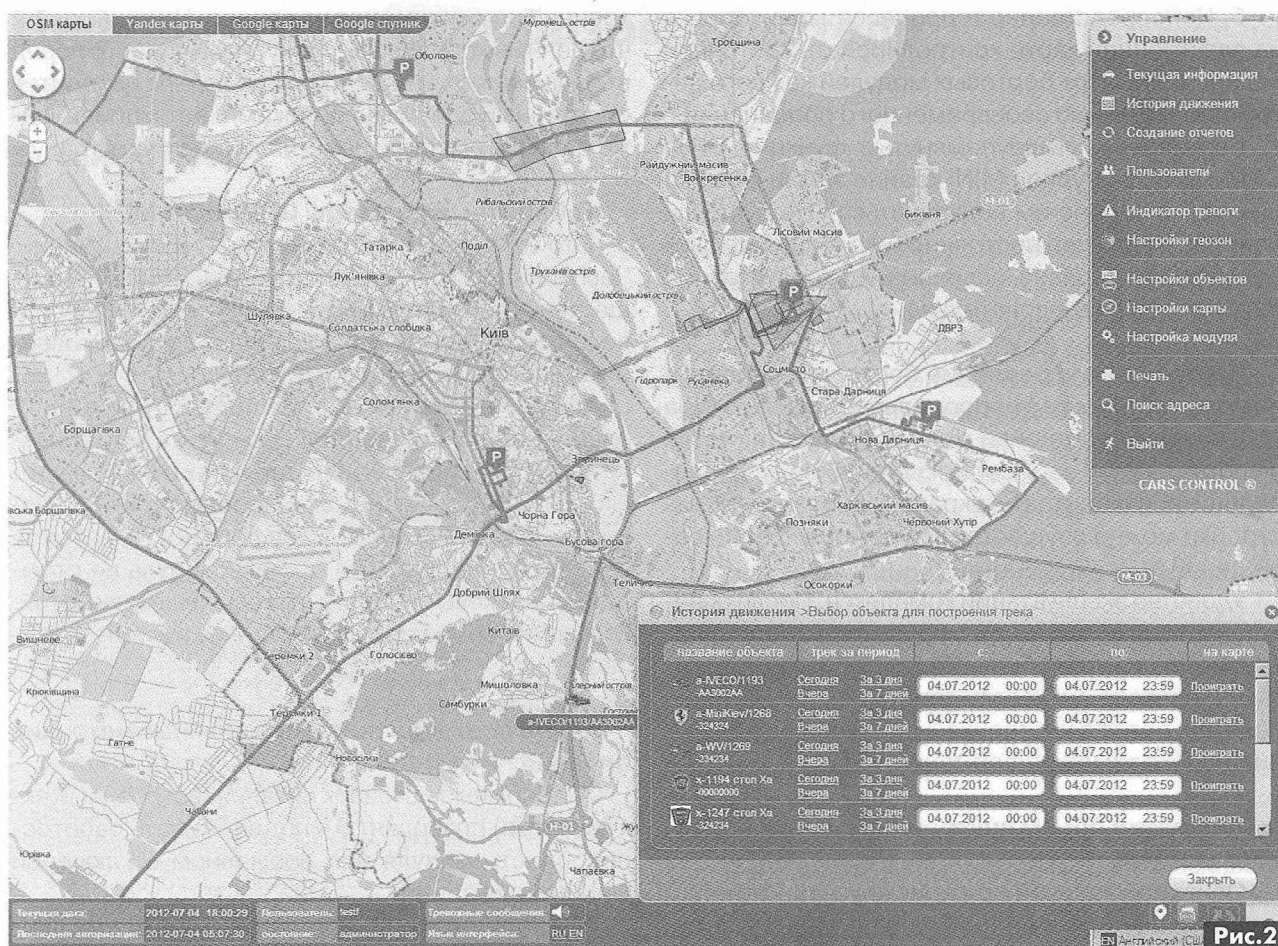

Рис.2
3. На электронной карте местности (рис. 2) персонального компьютера видеть текущее местоположение (в том числе на мобильном телефоне) и путь угнанного автомобиля в режиме on-line. С данной информацией можно ознакомить представителей силовых структур, служб безопасности (предоставив им доступ к карте мониторинга) для оперативного вмешательства в ситуацию.